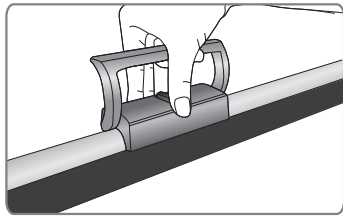
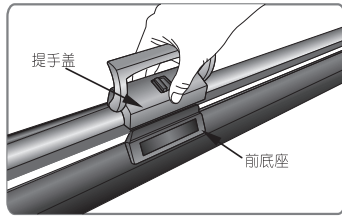
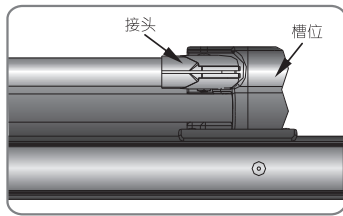
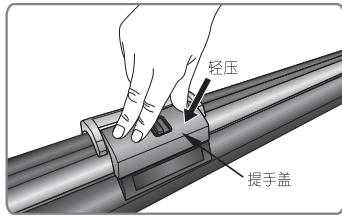

图 12
图 13
图 14
图 15
- 2. 按图12所示用手按住手柄盖，缓慢地往下压，当拉管接近外壳开口处时，注意按图13所示将手柄盖对准前后底座，以及支撑杆接头要对准左右支承座所相对应的槽位。在收合时，请注意左右支撑杆接头（按图14）必须准确放置在支承座内，才可轻压提手盖进行锁合。然后按图15所示用稍微用力压下手柄盖并听见“啪”的一声，此时表示手柄盖完全被安全锁扣锁住。